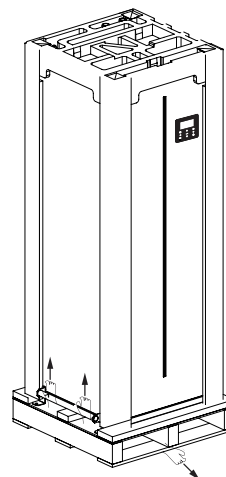

Abb. 2-4
- Vier Personen halten die Blechhebevorrichtung, einer davon zieht die Holzbasis heraus (siehe Abb. 2-4).